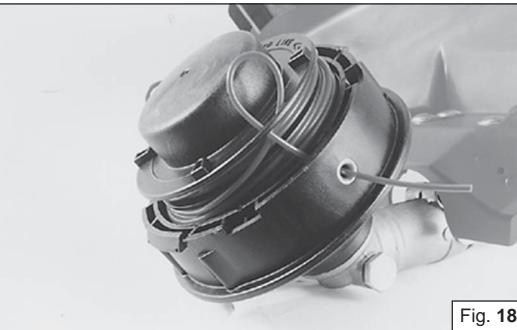

Fig. 18
- Terminado o enrolamento do fio, bloqueie-o nas apropriadas fendas como indicado na Fig. 16 A. Monte a mola. Enfie o fio através dos olhais (Fig. 18 - pag. 12) e retire-o para fora. Bloqueie o cabeçote com a tampa.
- 3 - По окончании намотки установите кольца лески, как показано на Рис. 16A, и установите шпулю с намотанной новой леской на место, как показано на Рис. 18-стр.28. Потяните за выпущенные концы и закройте крышку. В дальнейшем для выхода лески во время работы слегка стукните по земле.
3. Po nawinięciu żyłki, zablokować ją tak jak to wskazano na Rys. 16A. Zamontować sprężynę. Przełożyć żyłkę przez okute otwory w obudowie (Rys. 18 - str. 12) i przeciągnąć na zewnątrz. Założyć pokrywę głowicy i upewnić się, że zaczepy obudowy znajdują się w położeniu wyjściowym.